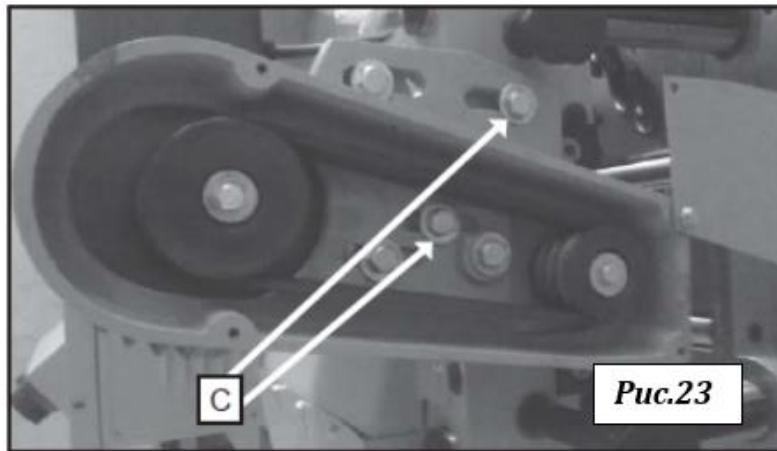

Рис.23
2. Ослабить два винта (C), рис. 23, и повернуть узел двигателя к переду станка.